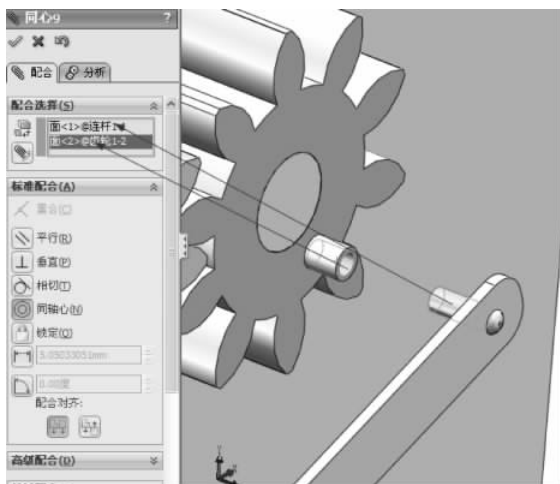

图 3-88 同轴心配合
(2) 单击【装配体】工具栏中的【配合】按钮,弹出【配合】的属性设置。在【标准配合】选项组下选择【同轴心】配合类型,单击【配合选择】选项组下的选择框,然后在图形区域中选择连杆上凸台圆柱面和右侧齿轮上凸台圆柱面,如图 3-88 所示,单击【确定】按钮.